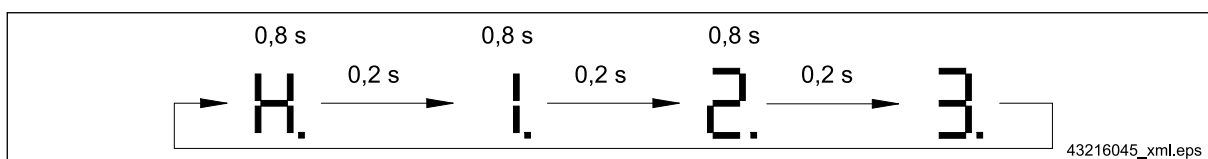

Abb. 8 Beispiel: 123 Betriebsstunden
- Betriebsstunden ⇒ Abb. 8, Seite 28,